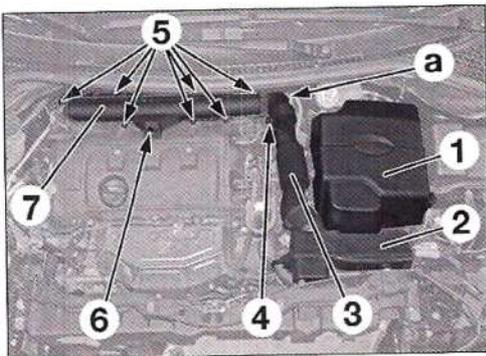

FIG. 1
- Desmontar la tapa embellecedora (1) (Fig.1).